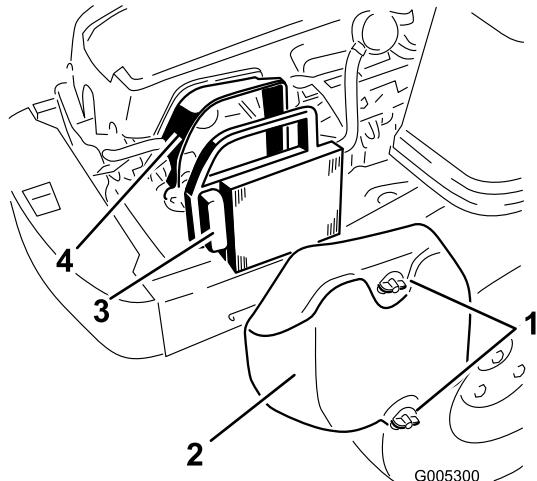

Bild 30
1. Entfernen Sie die Luftfilterabdeckung (Bild 30).
2. Nehmen Sie den Luftfiltereinsatz mit der integrierten Gummidichtung heraus (Bild 30).
5. Setzen Sie den Luftfiltereinsatz mit der gefalteten Seite nach außen ein, setzen Sie die Gummidichtung auf die Kanten der Luftfilterunterseite (Bild 30).
6. Setzen Sie die Luftfilterabdeckung ein und befestigen Sie sie mit den zwei Handrädern (Bild 30).